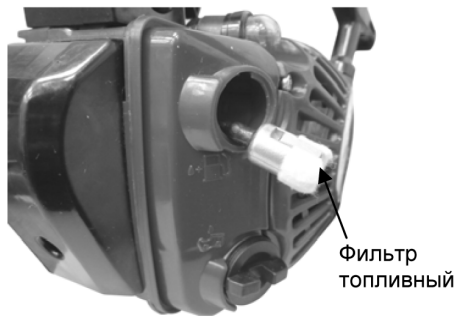

Рис. 20
3. Согните кусок мягкого провода в виде небольшого крючка. Зацепите крючком топливный шланг с фильтром и вытяните через заливную горловину топливный фильтр (рис. 20).